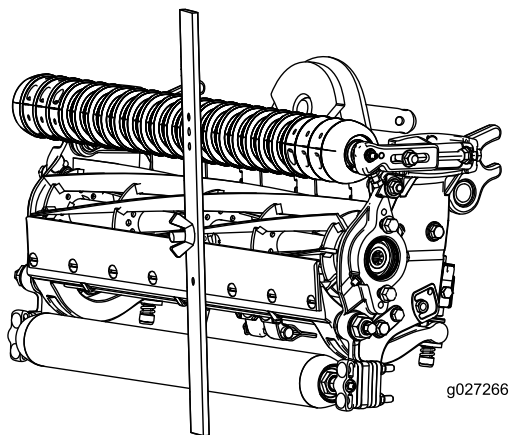

图 17
3. 将螺丝头钩在底刀的刀刃上并将调刀尺的后端放到后滚筒上 图 17。
4. 旋转调节螺丝直到前滚筒接触到调刀尺 图 17。调整滚筒的两端直到整个滚筒与底刀平行。